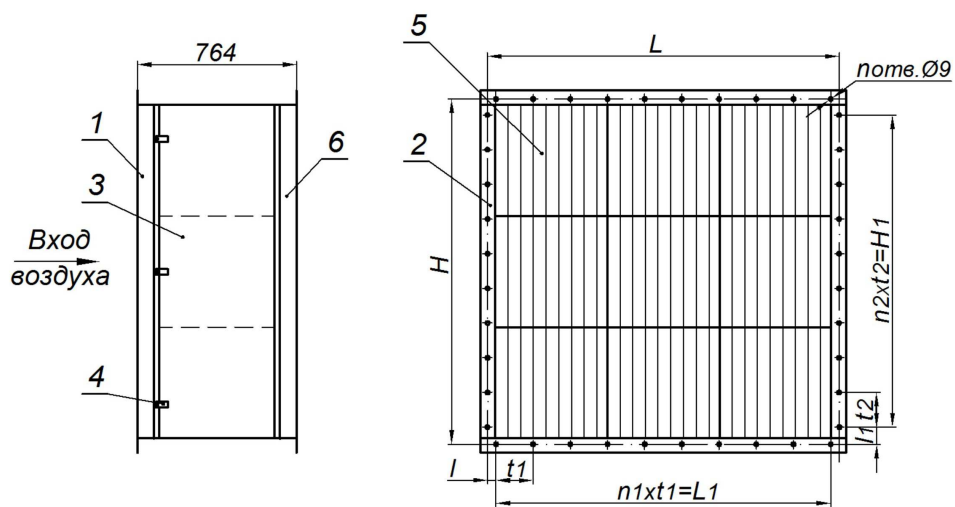

Рис. 1 Схема секции карманного фильтра
Секция карманного фильтра состоит из металлического корпуса (1) (рис. 1), имеющего на входе и выходе фланцы (2) для присоединения к фланцам вентиляционных систем, посредством болтовых соединений через уплотнительную резину. С одной из сторон корпус СКФ имеет двери (3), которые уплотняются с корпусом, за счет размещенного на них специального уплотнения, и прижимов (4). Двери могут быть справа (П) или слева (Л) по ходу движения воздуха.